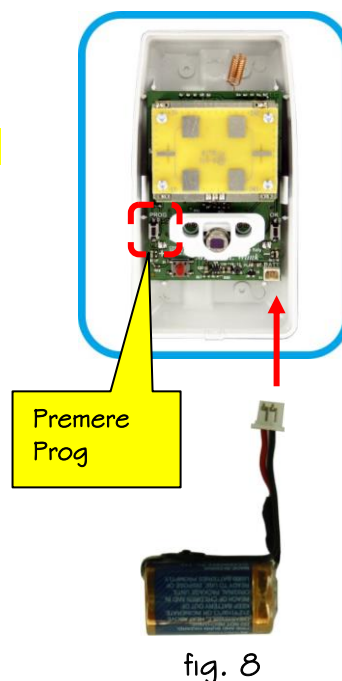

fig. 8
3. Premere e tenere premuto il tasto di programmazione (fig.8)